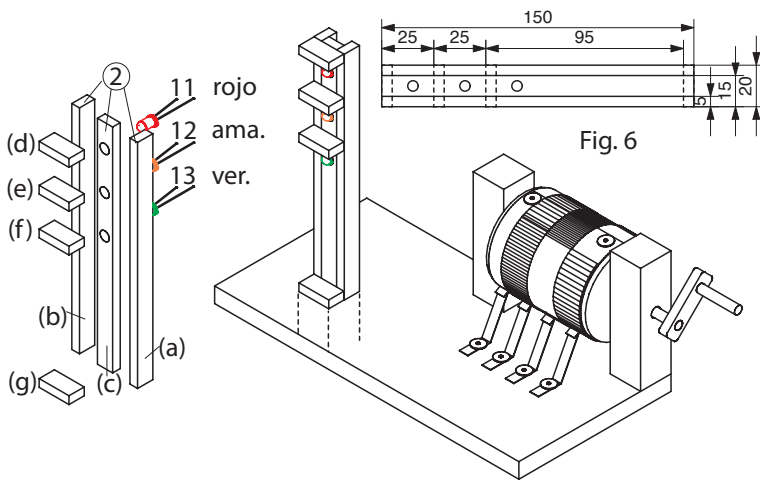

Fig. 6
7. Encolar las piezas de madera a, b y c como se ilustra. Encolar las piezas d, e y f desde enfrente en el semáforo (atención a las medidas de la Fig. 6). Encolar el semáforo acabado en la placa base, en el sitio para ello previsto. Para estabilizar, encolar la pieza g delante del semáforo. Colocar los LEDs (11, 12 y 13) desde atrás en el listón (c). Ver Fig. 6.